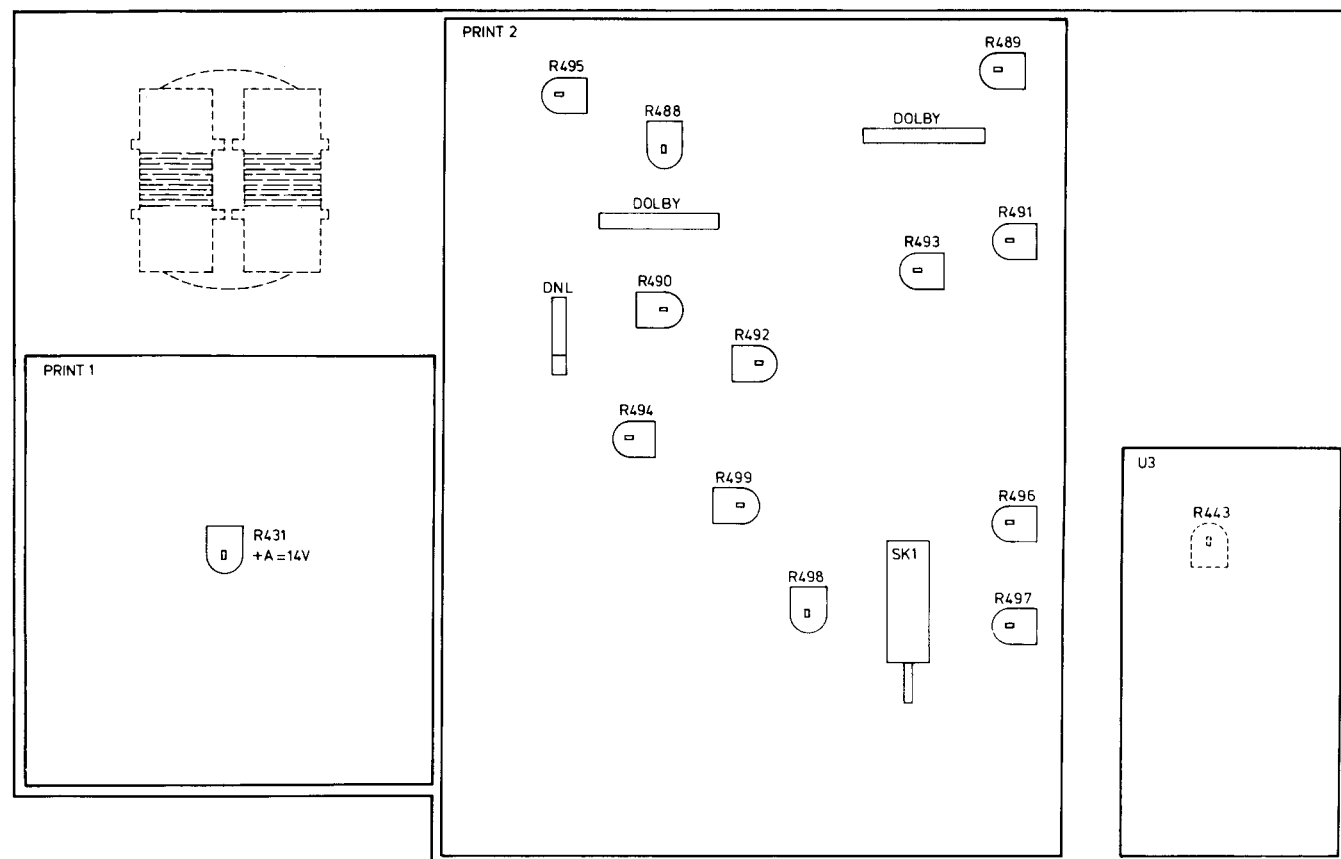

Fig. 10
I. EINSTELLEN DER INDIKATOREN UND DER WIEDERGABEEMPFINDLICHKEIT (Abb.10 und 13)
II. EINSTELLEN DES VORMAGNETISIERUNGSTROMES (Abb. 10)
IV. EINSTELLEN DER AUFNAHMEEMPFINDLICHKEIT (Abb. 10 und 13)
V. ABGLEICH DES 19 kHz FILTERS (Abb.10+13)
VII. EINSTELLEN DER BANDGESCHWINDIGKEIT (Abb. 10+13)